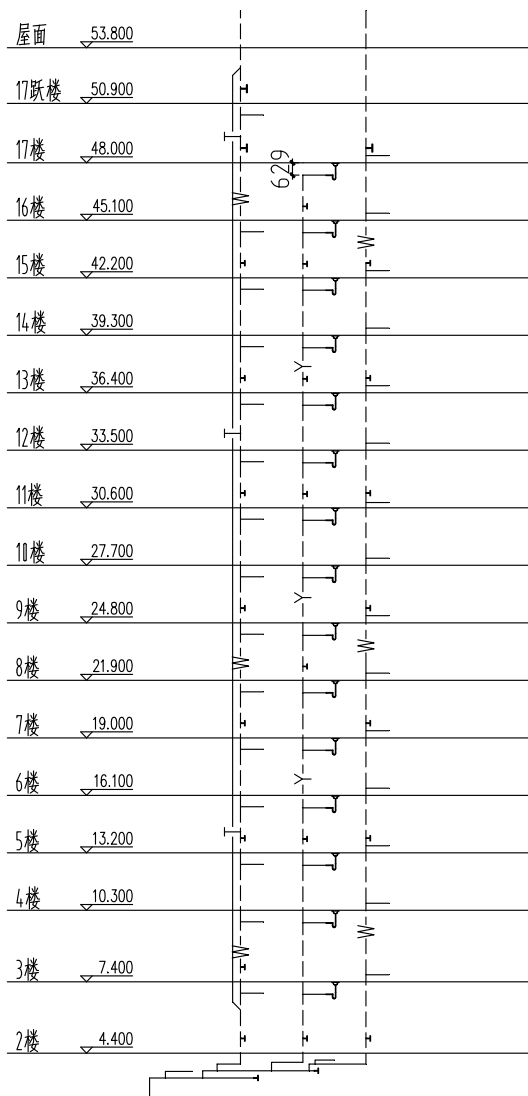

图 13-85 插入存水弯、地漏图块
⑩ 将选定的存水弯、圆形地漏图形插入至平面图中，结果如图 13-85 所示。